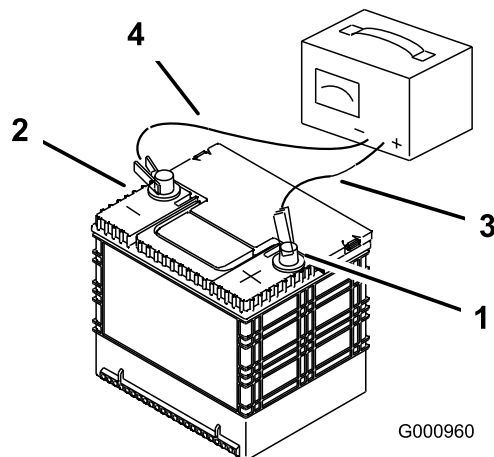

Figure 54
- Quand la batterie est chargée au maximum, débranchez le chargeur de la prise, puis débranchez les fils du chargeur des bornes de la batterie (Figure 54).